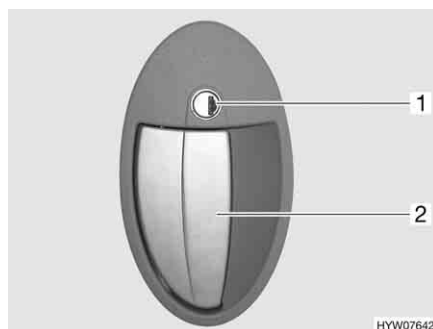

Fig. 15 Serratura della porta, lato esterno
- Inserire la chiave nel cilindro della serratura (Fig. 15,1) e ruotare in senso orario, fino a quando la serratura della porta si sblocca.
- Tirare la maniglia della porta (Fig. 15,2). La porta è aperta.
- Inserire la chiave nel cilindro della serratura (Fig. 15,1) e ruotare in senso antiorario, fino a quando la serratura della porta si blocca.